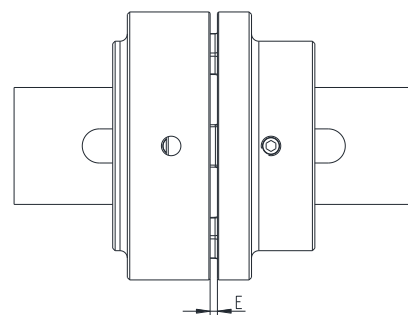

Figura 8: montagem do acoplamento
- Posicionar a unidade acionadora ou acionada em sentido axial até atingir a dimensão E (veja figura 8).
- Quando os agregados já estiverem montados fixamente, deverá ajustar a dimensão E (ver figura 8), através da deslocação axial da parte dos cames e da cavidade nos veios.